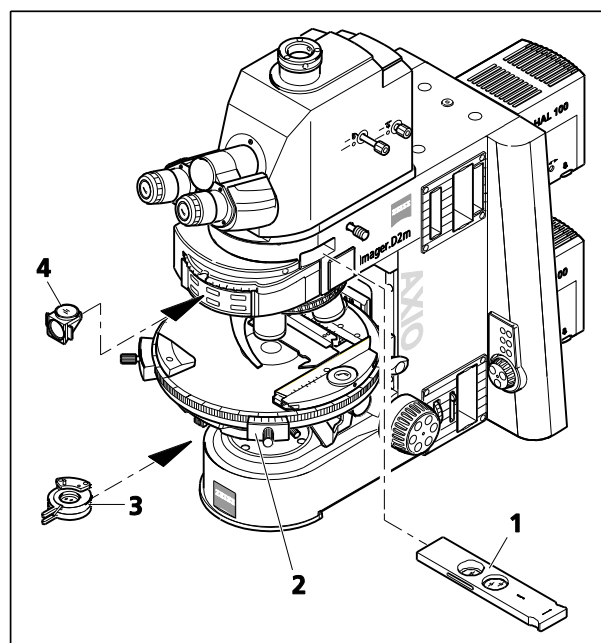

Fig. 199 Composants pour la polarisation en lumière transmise
(2) Équipements de l'appareil
- Platine rotative Pol (Fig. 199/2)
- Polariseur D (rotatif ou fixe) (Fig. 199/3) ou polariseur intégré dans le disque-tourelle du condenseur
- Curseur d'analyseur (Fig. 199/1) ou module analyseur D (Fig. 199/4) dans la tourelle porte-rélecteurs (uniquement sur les microscopes équipés d'une tourelle porte-rélecteurs)
(3) Réglage du microscope
- Régler le microscope comme pour le champ clair en lumière transmise conformément au principe d'illumination de KÖHLER (voir paragraphe 4.12.1 (3)).
- Centrer la platine rotative centrale Pol (Fig. 199/2) et les objectifs (si cela n'est pas encore fait – voir paragraphe 3.36.3).
- Faire pivoter le polariseur (Fig. 199/3) dans la trajectoire lumineuse et, s'il est rotatif, le tourner à 0° .
- Pousser le curseur d'analyseur (Fig. 199/1) dans la fente correspondante ou faire pivoter le module analyseur (Fig. 199/4) sur la tourelle porte-rélecteurs. Le champ d'observation apparaît sombre en raison des polariseurs croisés.